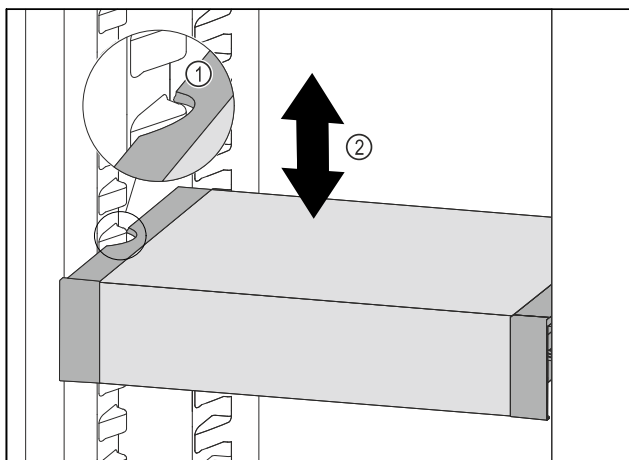

Fig. 143
- Тяните VarioSafe вперед, пока боковые выемки VarioSafe не окажутся на высоте выступа резервуара в холодильном отделении. Fig. 143 (1)
- Двигайте VarioSafe в холодильном отделении вверх или вниз, пока не будет достигнута требуемая высота. Fig. 143 (2)